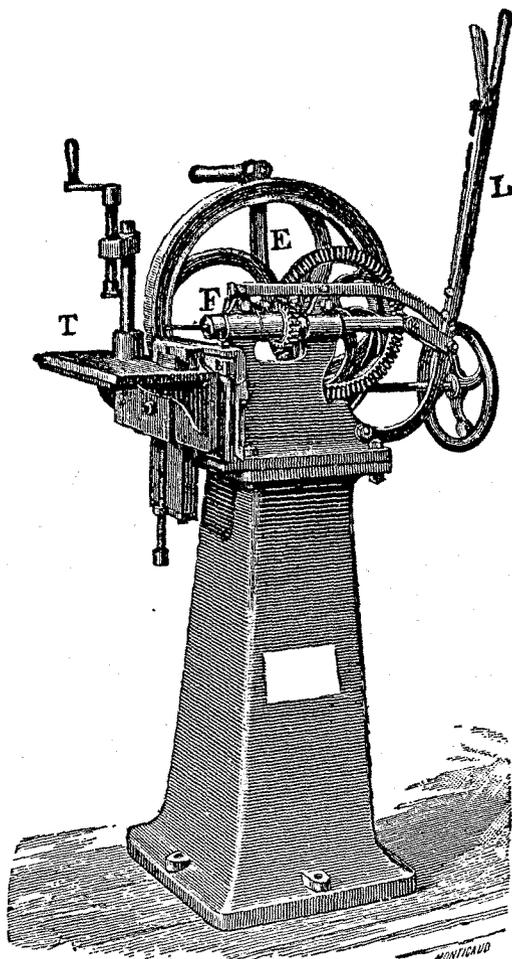

Fig. 119. — Machine à percer horizontale.
**Machines à percer.** — Les *machines à percer* (fig. 119 et 120) servent à pratiquer des trous dans le bois ou les métaux. Pour percer à la main, on se sert d'une vrille